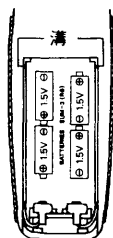

図4
- 3) 乾電池(単3)4本を次頁図4の極性に合わせて、正しく入れます。
- 4) 電池カバーを次頁図4の溝に乗せ、すべらせるようにして押し上げ元どおりにします。